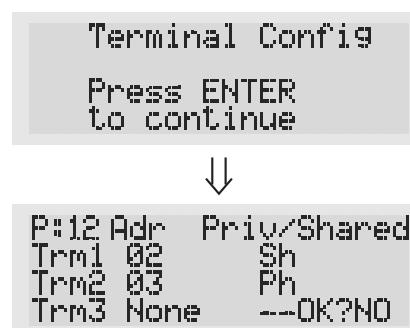

Fig. 5
- premendo ancora una volta il tasto \leftarrow verranno visualizzate in sequenza le maschere di Fig. 5;
- pressing \leftarrow again displays the screens shown in Fig. 5, in sequence;